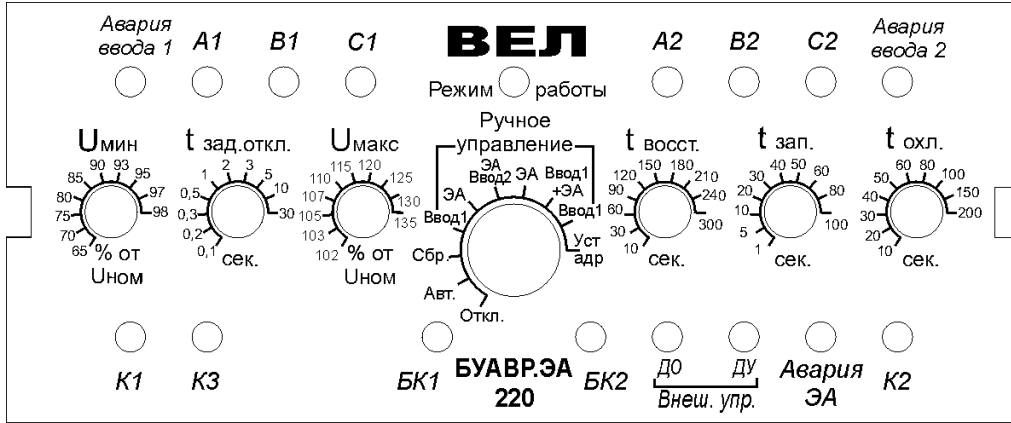

Рис. 2 Расположение органов управления и индикации БУАВР.ЭА
- 4.5. Расположение органов управления и индикации приведено на рис. 2.
- 4.6. Переключение режимов работы производится с помощью 10-позиционного переключателя, находящегося на передней панели, рис.2. Для удобства контроля режимов работы БУАВР при запуске и эксплуатации, предусмотрена светодиодная индикация режимов работы с помощью многоцветного светодиода «Режим работы», рис.2. Описание режимов работы БУАВР и соответствие индикации приведены в таблице 2.